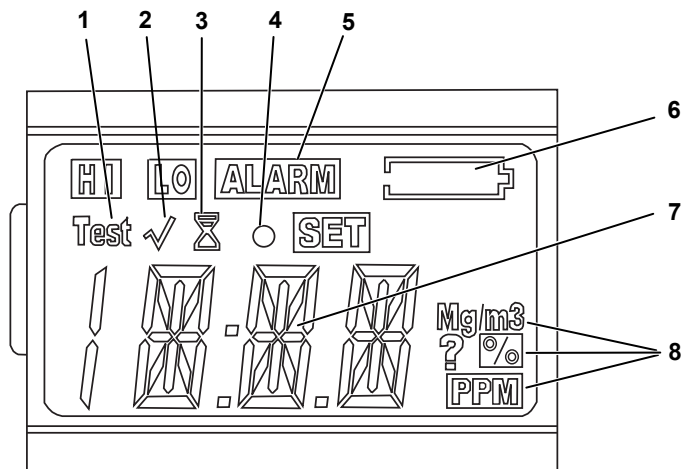

Fig. 2 Display
- l'indicatore di avviso batteria (voce 6 nella Fig. 2) non sia visualizzato e